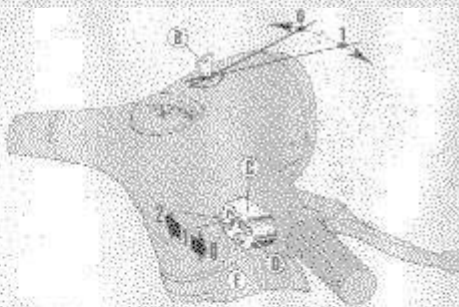

Fig. 6 - Posizioni dei commutatori «B» e «C».
**Avviamento** a pedale (lato destro del veicolo), dopo avere inserito e ruotata la chiave del commutatore in posizione 1 (Fig. 6).
— Di un commutatore principale «B» a chiave, di predisposizione alla marcia (posizione 1) e di arresto motore (posizione «0», chiave estraibile) installato al centro del manubrio (ved. fig. 6).
— Di un commutatore «C», lato destro del manubrio, munito di lovetta «D» di deviazione luce (abbagliante-anabbagliante) e di un pulsante claxon «E» (ved. fig. 6).
**Commutatore a chiave** (estraibile) installato al centro del manubrio (ved. fig. 6).
**Commutatore deviatore** delle luci sul proiettore installato sul manubrio lato destro (ved. fig. 6).
Prima di fermare il motore, portare la leva del cambio in posizione « folle » quindi ruotare la chiave del commutatore « B » in posizione « 0 » arresto motore (ved. fig. 6), chiave estraibile